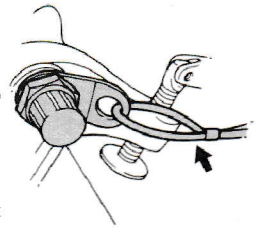

Рис. 5. Последовательность установки (3)
- 3) На подвесной кронштейн установить надежный страховочный трос крепления подвесного мотора (См. Рис. 5).